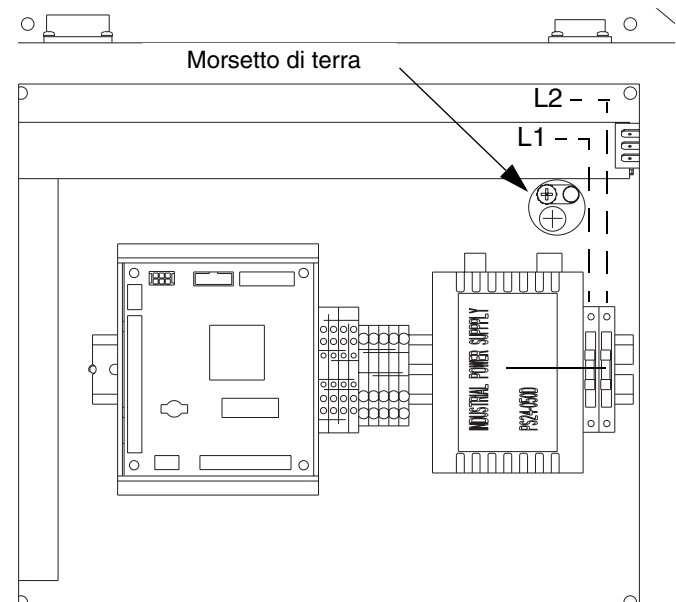

FIG. 7
Collegare un filo di terra dal punto di terra nell'armadietto di controllo PrecisionFlo LT a una terra efficace. Vedere FIG. 7. È fornito un filo di terra da 10 AWG lungo 7,6 m (25 piedi) con morsetto, codice 222011.
2. Utilizzando cavo del diametro appropriato, collegare l'alimentazione elettrica L1 e L2 all'estremità superiore dei blocchi dei terminali dei fusibili, come illustrato in FIG. 7, pagina 18.